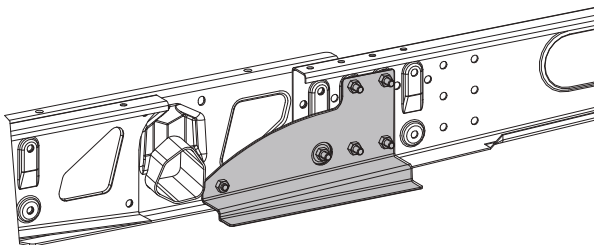

Fig. 18
- Convient aux caravanes jusqu'à 1800 kg et châssis AL-KO M avec longerons mobiles (Fig. 18).